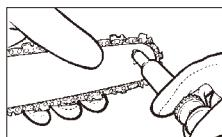

Рисунок 20
- Возьмите смазочный шприц (не входит в комплект поставки), вставьте наконечник шприца в смазочное отверстие и введите смазку, чтобы она выступила на внешнем краю звездочки (рис. 20).